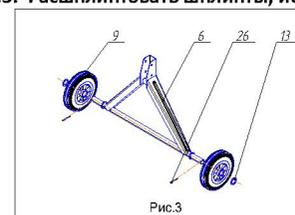

Рис.3
9.1 Установить на оси опоры рамки нижней поз.6 два колеса поз.9, шайбы поз.13, вставить в отверстия оси два шплинта поз.27, согласно рис.3. Расшплинтовать шплинты, используя плоскогубцы.